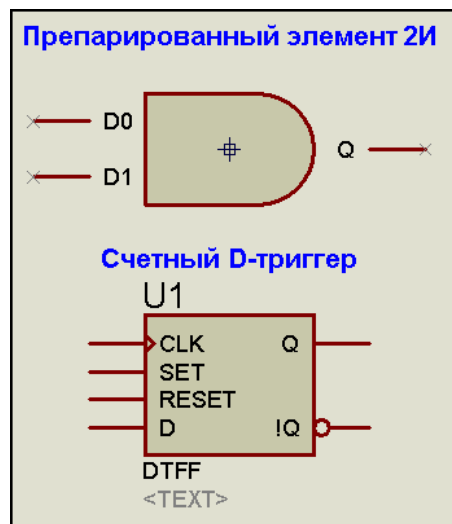

Рис.21.
Если со всевозможными сложными по структуре компонентами вопросов не возникает, то по элементарной логике необходимы некоторые пояснения. Для примера на Рис. 21 я поместил «разобранный» элемент двухвходового И у которого включил подсветку наименований выводов и обычный D-триггер, у которого имена и так уже включены. Итак, у любого логического элемента входы имеют имена **D0**, **D1** и т.д., а выход именуется **Q**. Вот это и важно усвоить, чтобы понять следующий материал.
**INVERT** – это свойство позволяет проинвертировать состояние любого входа/выхода цифрового примитива. Например, если для примитива D-триггера (Рис. 21) записать **INVERT=SET,RESET** (обратите внимание, что после запятой перед RESET пробел отсутствует!!!), то асинхронная установка/сброс триггера будут производиться не логическими единицами, а логическими нулями на соответствующих входах. Для счетного входа такая запись означает изменение установочного фронта импульса, т.е. если устанавливался по переднему, то будет устанавливаться по заднему.